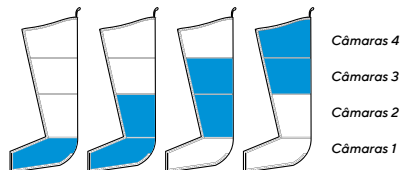

Figura 4 – Modo do Ciclo Wave
- Por exemplo: Quando a câmara 2 estiver cheia, a câmara 1 começa a esvaziar-se e simultaneamente a câmara 3 começa a insuflar-se pelo que, por um momento, haverá 2 câmaras a alcançar a pressão desejada ao mesmo tempo. (Ver Figura 4)